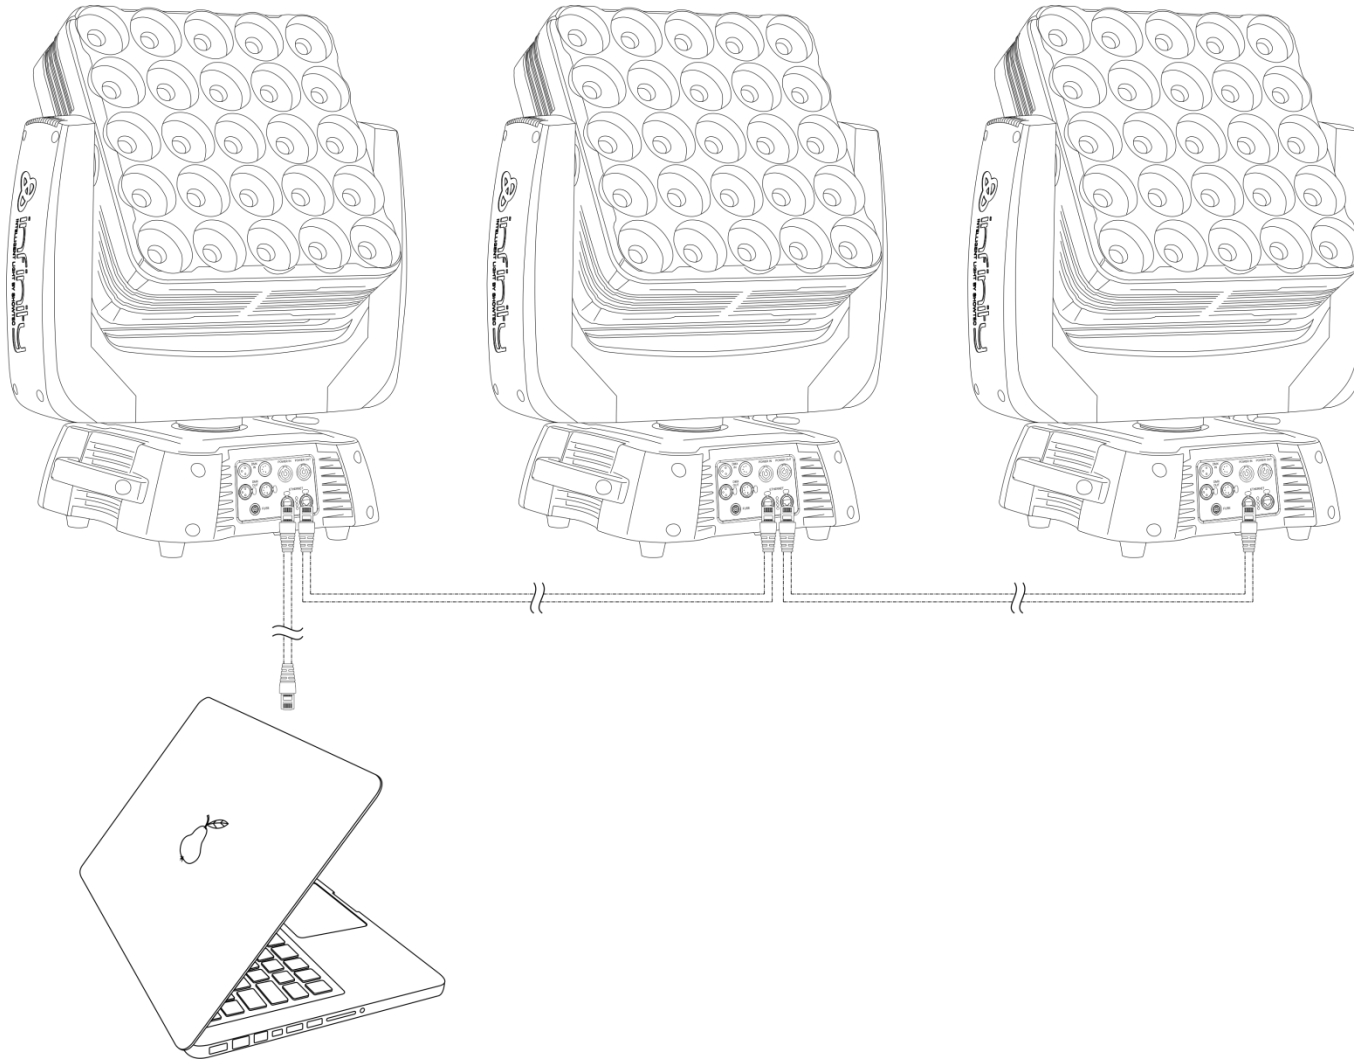

Fig. 05
- 05) Repita este proceso para conectar entre sí las unidades segunda, tercera y cuarta (Fig. 05).